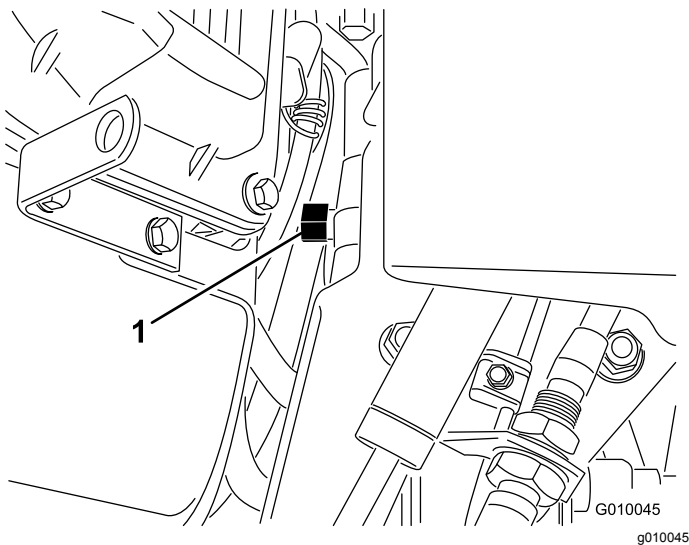

Figure 31
2. Localisez la vanne de dérivation entre le moteur et la pompe hydrostatique (Figure 31).
3. À l'aide d'une clé de 5/8 pouce, tournez la vanne de dérivation d'un tour dans le sens antihoraire. Cela permet au liquide hydraulique de contourner la pompe et aux roues de tourner (Figure 31).
5. Pour remettre l'aérateur en service, tournez la vanne de dérivation d'un tour dans le sens horaire (Figure 31).